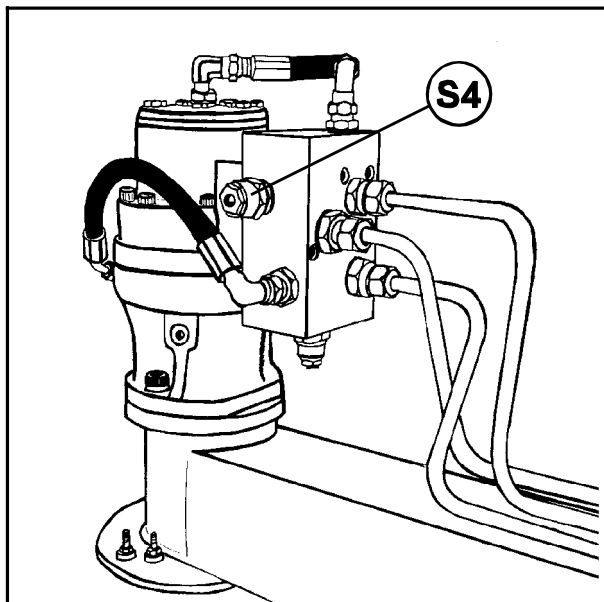

Fig. 14-4
- b) **Sikkerhetsventil på pluss-siden.** (S4, fig.14-4).
- b) Sikkerhetsventilen, (S3, fig. 14-4), kan være utett, slik at oljen går forbi sveivmotoren. Demonter og prøv om sleiden kan beveges fritt.